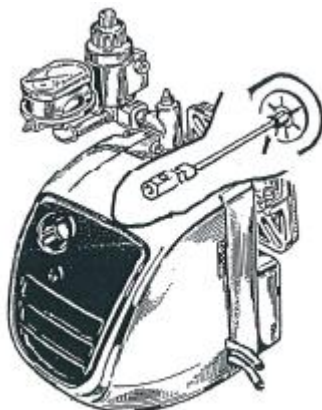

Рис. 12
Установите горелку на соединительную панель, как указано на Рис. 12 (деталь А). Затем закрепите горелку винтом (4) и зафиксируйте соединительную панель двумя верхними винтами (5).